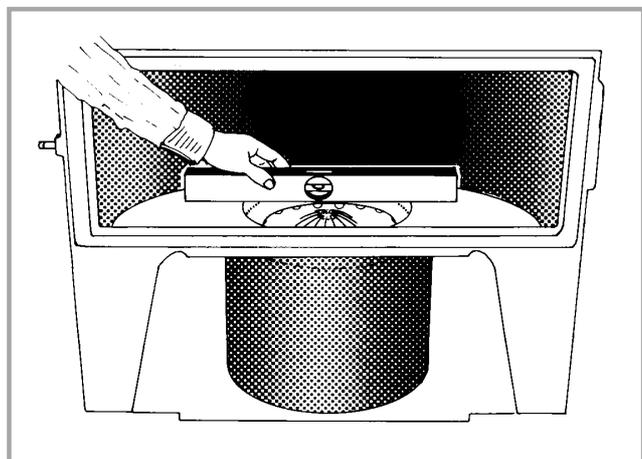

Figure 7 - Contrôle du niveau
- Contrôler le niveau du brûleur (fig. 7).